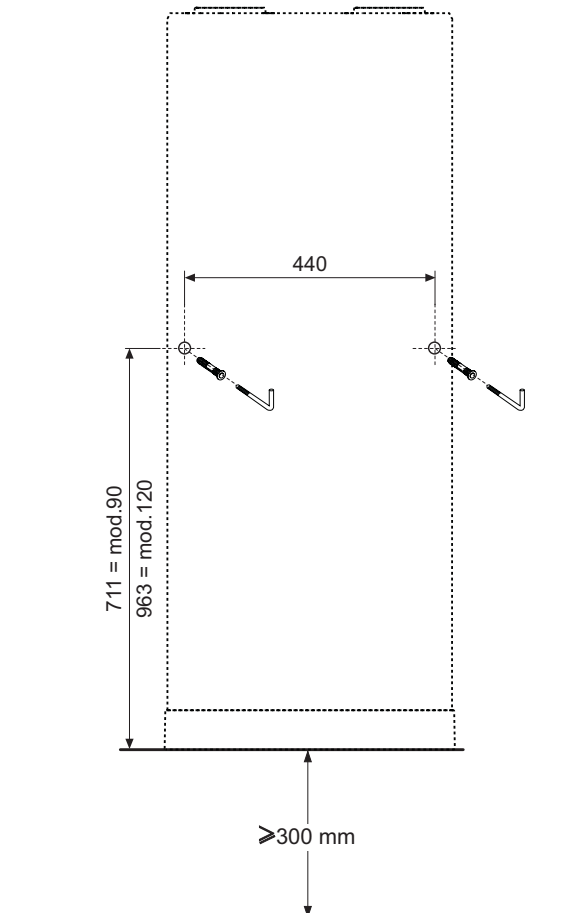

fig. 30 - Indication de perçage
- Percer selon les indications de fig. 30.